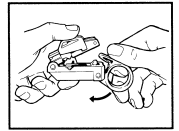

Figure 3
B. Öffnen Sie das Werkzeug durch Drücken des Verschußringes nach unten (Abb. 3).